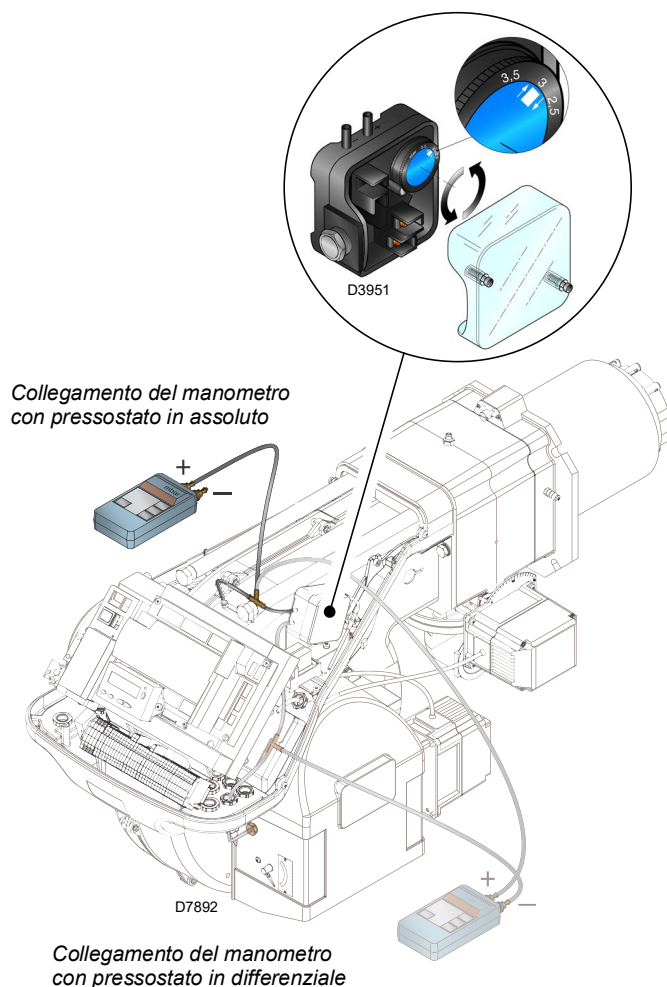

Fig. 31
- Regolare il pressostato aria (Fig. 31 a pag. 35) ad inizio scala.
Eseguire la regolazione del pressostato aria (Fig. 31) dopo aver effettuato tutte le altre regolazioni del bruciatore con il pressostato aria regolato a inizio scala.
Il collegamento del manometro è riportato in Fig. 31. La configurazione standard è quella del pressostato aria collegato in assoluto. Si noti la presenza di un collegamento a "T" non fornito.
In questo caso anche il manometro deve essere collegato in differenziale, come indicato in Fig. 31.